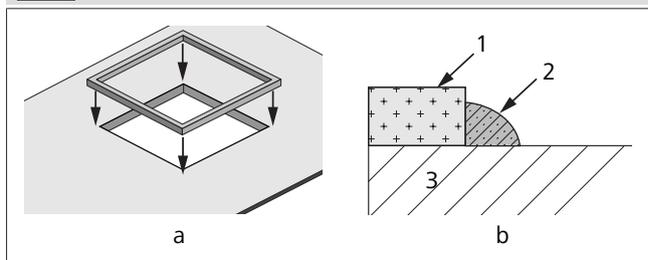
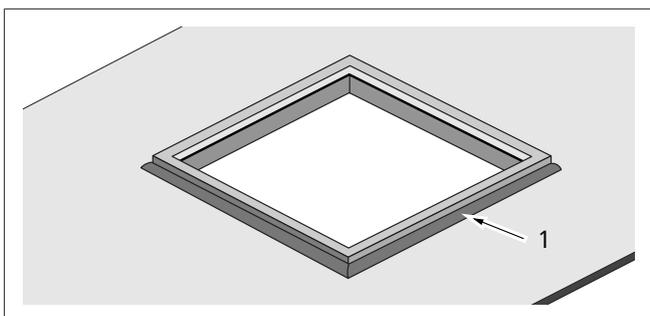

Bild 14 CTT35_Montering_av_packningen på en 360 x 360-utskärning (utan adapterram)
Bild 15 Applicering av tätningsmedel (endast tillämpligt för en packning på en 360 x 360-utskärning (utan adapterram))
1. Dra av bakpappret och fäst packningen på taket (360 x 360 utskärning). Se Bild 14-a och b.
3. Applicera självutjämnande RV-taktätning runt packningen för att förhindra läckage. Se Bild 14-b och Bild 15.